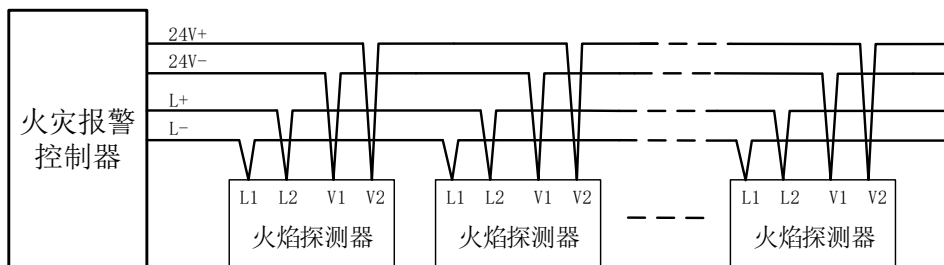

图 5 编址模式接线图
- 将消防二总线接在 L1、L2 端子上，接线无极性；将电源线接在 V1、V2 端子上，接线无极性，如图 5。